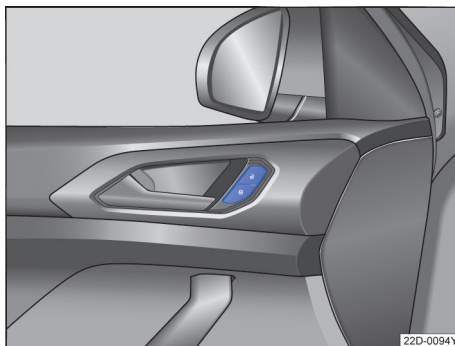

图 46 驾驶员侧车门内：中央门锁按钮
行驶车速超过 15km/h 时汽车自动闭锁→ 第 29 页。闭锁汽车后中央门锁按钮里的指示灯 以黄色点亮→ 图 46。
如短时间内反复按压汽车钥匙上的按钮→ 图 45 或中央门锁某个按钮→ 图 46，则中央门锁系统将暂时关闭，防止系统过载。然后汽车处于解锁状态约 30 秒钟。在此期间，若未打开车门或行李厢盖，随后汽车将自动闭锁。 <
按压按钮 → 图 46:
- 按压  按钮 → 图 46